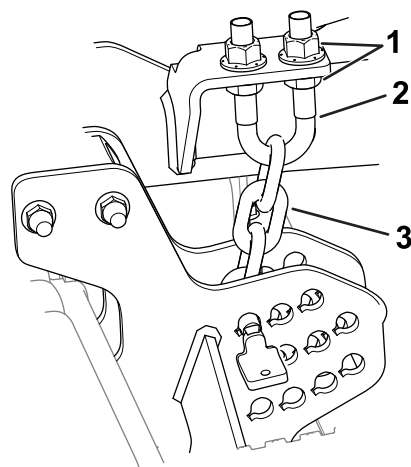

図 6
7. 刈高チェーンのUボルトの下側についているジャムナットをゆるめる **図 6**。
8. ブレード後端の高さが前端よりも 6-10 mm 高くなるように、ナット **図 6** でカッピングユニット後部の高さを調整する。